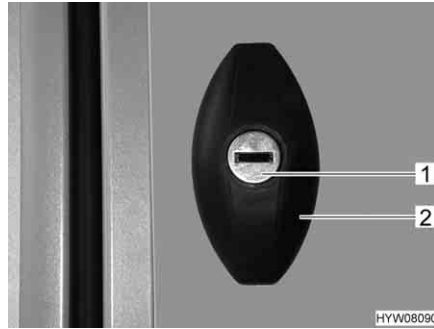

Fig. 35 Serratura dello sportello, ellittico, chiuso
- Inserire la chiave nel cilindro della serratura (Fig. 35,1) e ruotare in senso antiorario di un mezzo giro. La maniglia della serratura (Fig. 35,2) scatta all'infuori.